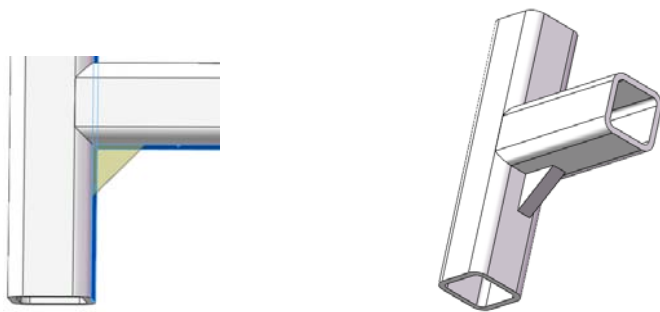

图 13-39 创建角撑板
(3) 选择轮廓。在“轮廓”选择栏中选择“三角形轮廓”，并且设置相应的边长数值。
(4) 设置厚度参数。选择“内边”厚度，在角撑板厚度中输入厚度为 10。
(5) 设置角撑板位置。设置位置为“轮廓定位于中点”，单击“确定”按钮，结果如图 13-39 所示。